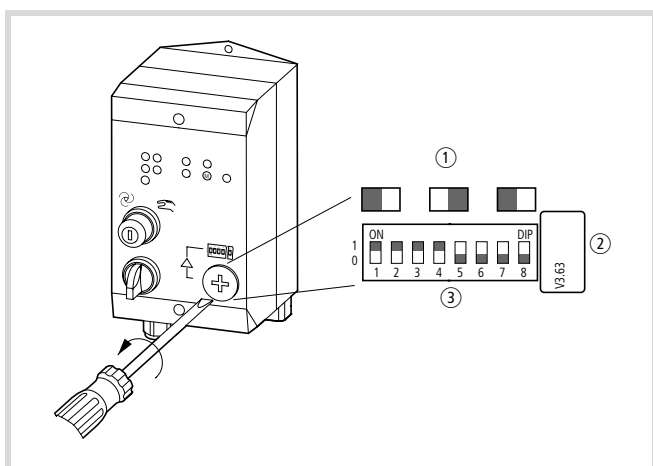

Figure 81 : Codeur DIP/cavaliers à partir de la version 2.1
Après activation du cavalier correspondant ou du codeur DIP (→ figure 81, 82), le seuil inférieur de courant est surveillé sur les trois phases. Cela permet de détecter les déséquilibres et les manques de phases. Si le courant descend, sur au moins une phase, au-dessous de 35 pour cent de la valeur réglée (→ tableau 4, page 72), une signalisation de défaut groupée est générée et le contacteur est coupé. Les valeurs de courant supérieures à 40 pour cent de I_n ne déclenchent pas la surveillance du seuil inférieur de courant. Après un ordre « Reset », le RA-MO peut être aussi bien commandé en mode manuel qu'automatique.
Pour pouvoir lire l'état de diagnostic (cavalier de gauche en position droite → figure 81 ou DIP avec pôle 10 = 1 à partir de la version 2.2), l'automate programmable doit envoyer la combinaison de bits de paramètres « 111 » à l'aide de WRITE P. Le démarreur-moteur envoie alors l'état de diagnostic en réponse (→ tableau 2). Si aucun diagnostic n'est présent, il envoie la combinaison de bits « 111 ».
- 2) Les chiffres d'information se trouvent près des cavaliers, → figure 81
→ Pour pouvoir effectuer ce réglage, le cavalier situé à droite doit se trouver sur la position de gauche (→ fig. 81).